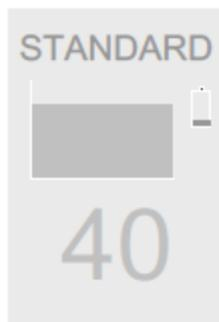

Figure 1
2. Lorsque le niveau de charge de la batterie est faible, un témoin s'affiche sur l'écran de la pièce à main pour indiquer un niveau de charge bas. Se référer à la figure 1.